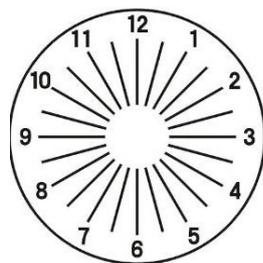

Abb.32
(4) Zylinderlinsenknopf drehen ②⑦ um den C-Wert zu ändern, $.00 \rightarrow .25 \rightarrow .50$. damit jede Linie gleich gesehen wird. Wenn er auf -0.50 gedreht wird, sieht das Diagramm wie in Abb. 32 gezeigt aus.
(5) Ändern Sie S in $0.25-D$ -Schritten, indem Sie die Skala mit schwacher sphärischer Kraft drehen ②③ so dass die Sehschärfe 1.2 bis 1.5 beträgt. Notieren Sie den geänderten Wert der Sehschärfe.